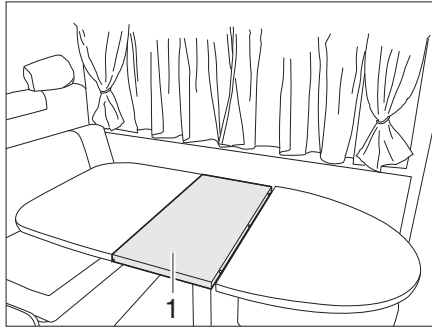

Fig. 89 Ampliar la mesa fija
- Insertar la prolongación del tablero de mesa (Fig. 89,1).
- Sacar la prolongación del tablero de mesa (Fig. 89,1) y guardarla seguramente.